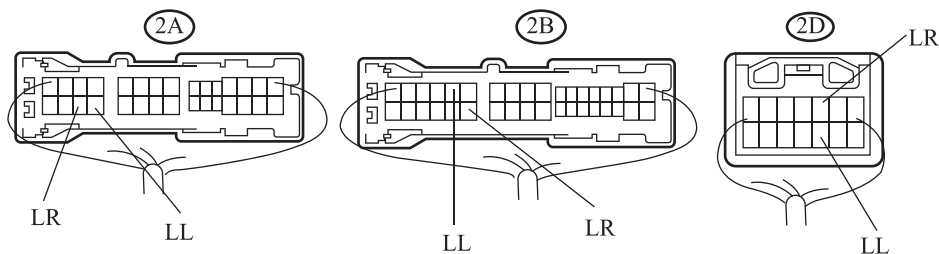

图1-49 仪表板接线盒
4) 将转向信号闪光灯总成安装到仪表板接线盒上。有线束连接的仪表板接线盒如图1-49所示。